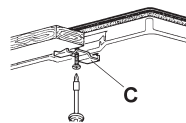

Fig. 6
- Inserire e posizionare il piano cottura nell'apertura praticata nel mobile e bloccarlo con le viti dei ganci di fissaggio C (fig. 6).